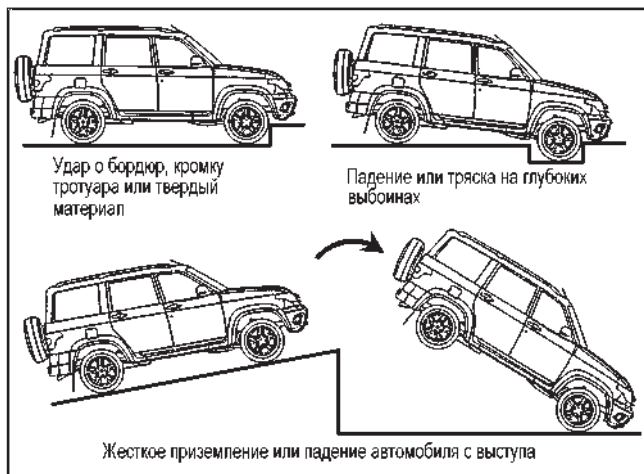

Рис. 3.52. Примеры ситуаций со срабатыванием системы пассивной безопасности водителя и переднего пассажира
- в случае достаточного по силе удара, воздействующего на автомобиль спереди, некоторые примеры показаны на (рис. 3.52).